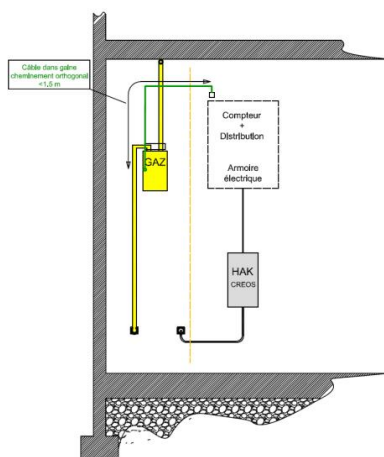

Bild 5: Vereinfachte Anordnung : Gaszähler nahe dem Verteilerschrank (1 Verbindungsdose)
- Vereinfachte Anordnung (Bild 5): befindet sich der Gaszähler im näherem Umfeld des elektrischen Verteilerschranks so dass die Kabelverlegung des am Gaszähler angebrundenen Kabels zu einem der Installationsbereiche seitens des Verteilerschranks weniger als 1,5 m* darstellt, so ist es ausreichend nur allein die Verbindungsdose seitens des Verteilerschranks anzubringen.